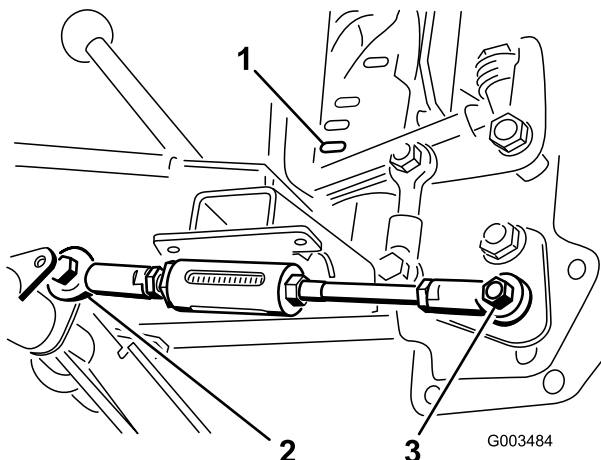

Figure 8
6. Déplacez la poignée de relevage jusqu'à ce que le trou de la rotule soit en face du trou du côté droit du levier de tige réglable sur le tube de pivot et fixez la tige au levier avec un boulon (1/2 x 1-1/2 pouces) et un contre-écrou (1/2 pouce), comme illustré à la Figure 8.